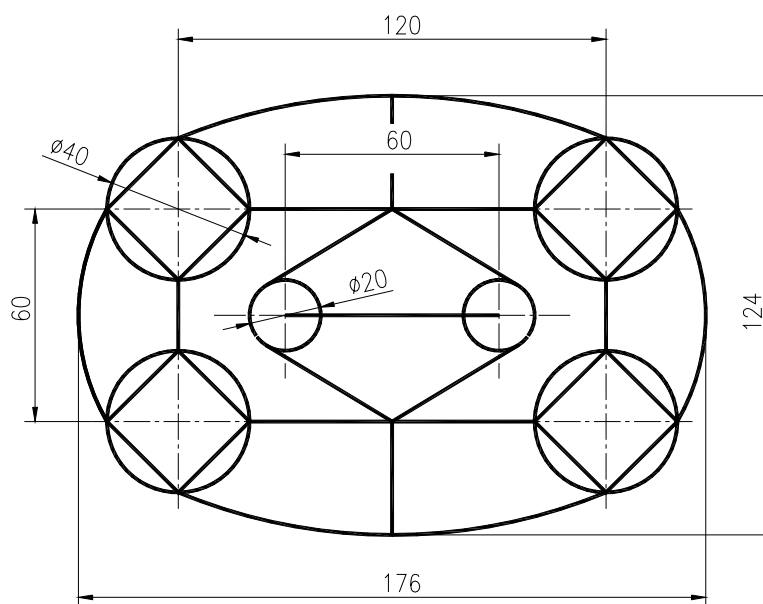

Fig. U3.11
2. Începeți un desen nou (*Start from Scratch > Metric*). Realizați desenul din Fig. U3.11 utilizând modurile *OSNAP* permanente adecvate, pe care le introduceți cu comanda *OSNAP*, sau prin clic dreapta pe butonul *OSNAP* din linia de stare, apoi *Settings*. Pentru activarea sau dezactivarea acestui mod, utilizați butonul corespunzător (*OSNAP*) din linia de stare (apăsăat sau nu), sau, apăsați tasta funcțională *F3*. Arcele de cerc ale conturului exterior le puteți construi prin opțiunea implicită (trei puncte) din cadrul comenzii *ARC*. Se poate apela la o construcție ajutătoare, respectiv la desenarea unui dreptunghi (176x124) care, ulterior se va șterge. Mijloacele laturilor dreptunghiului vor fi punctele prin care vor trece arcele de cerc. Cotele și liniile de axă nu le reprezentați. În continuare, utilizând comanda *OSNAP* (sau *DDOSNAP*), dezactivați modurile făcute permanente anterior (*Clear all*).